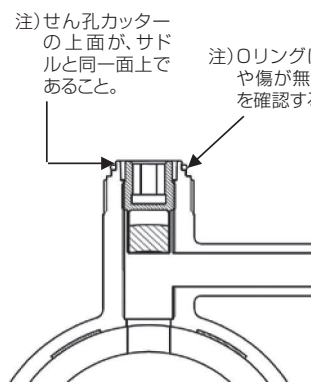

図4 せん孔カッターの引上げ
4. せん孔終了後、せん孔工具を反時計回りに回し、せん孔カッターをサドルの上面まで引上げる。(図4参照)